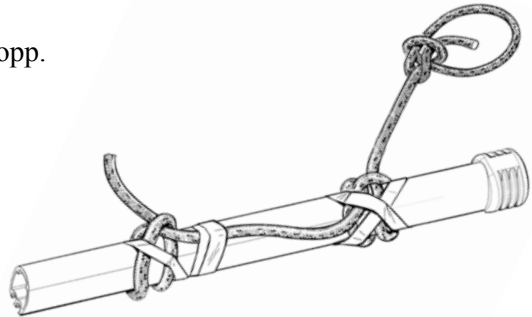

Abb. 4.3
3. Knoten Sie einen weichen, kräftigen Stropp kurz unter dem Topp an das Furlex-Profil. Machen Sie zwei Knoten und sichern Sie mit Tape gem Abb. 4.3.